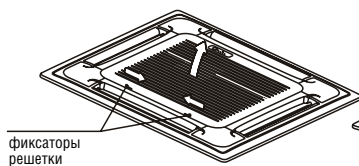

Рис. 9
- а) Одновременно сдвиньте два фиксатора решетки к центру, а потом потяните вверх (рис. 9).